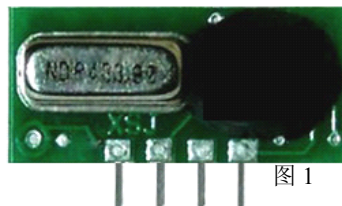
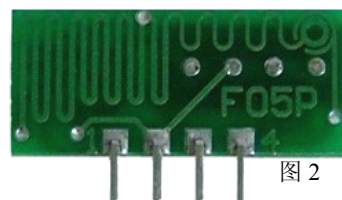
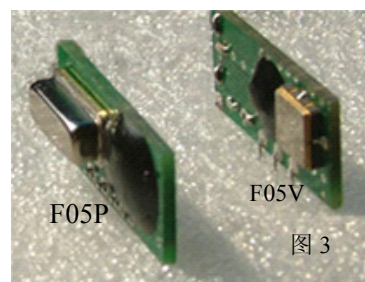

图 1
图 2
图 3
• 图 1、图 2、图 3 为 F05P 外型图，图 5 为最基本的由单片机来控制收发的一则典型应用电路，需要注意 PT2262 的 14 脚 TE 端低电平维持的时间必须大于 2262 连续发送三组码的周期，2262 发码的周期与 2262 的振荡电阻有关，周期的计算详见 PT2262 资料，各种品牌的 2262 振荡电阻配套有区别，频率的计算参见厂家提供的资料。2262 的 TE 端置高后 2262 停止发码，17 脚变为低电平，F05P 进入休眠状态。如果不需要单片机来控制可以将 14 脚接地或者用按钮开关来控制，也可以从 4 个数据端用 4 个 4148 控制 2262 的 18 脚电源，需要将 14 脚接地。2262 的 1-8 脚为三态地址编码。悬空状态码型比较好，如果没有特别要求最好不要把地址码全部置高或置低，这样容易误码。10-13 脚为数据码只有二种状态置高或置低，可以任意设置，2272 的 10-13 脚就有对应的输出。2262 与 2272 的地址编码必须一致。